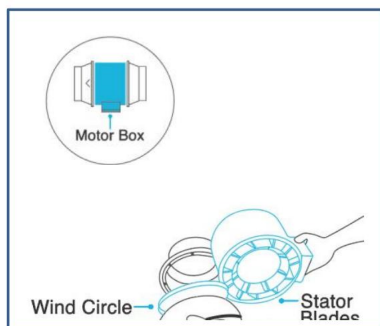

Fig.2.
2. Retirez le boîtier du moteur du support de bride. Retirez le cercle de vent entre le boîtier du moteur et la bride d'admission. Voir la (Fig. 2.)